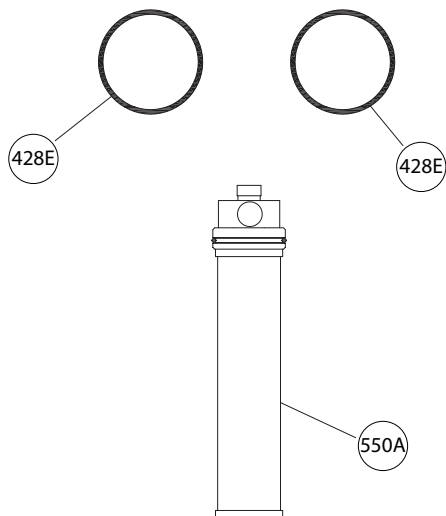

Figura 29: Kit de filtro
3. O kit de filtro de reparo RK08174A consiste em um novo filtro (550A) e dois anéis (428E). Dois kits devem ser adquiridos em cada troca de filtro, um para a extremidade de acionamento e o outro para a extremidade sem acionamento. Veja Figura 29: Kit de filtro on page 48.